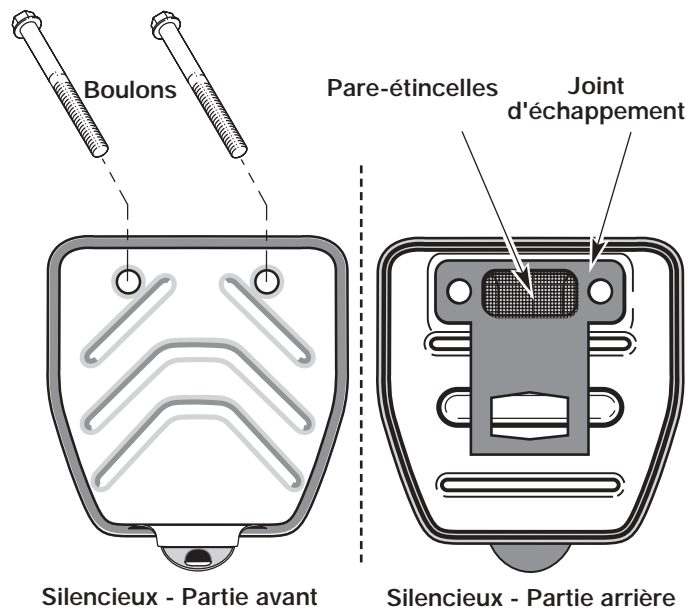

Fig. 39
2. Repérez le devant du silencieux et les deux (2) boulons qui le retiennent au moteur (Fig. 39). Retirez les deux (2) boulons à l'aide d'un tournevis à lame plate, d'une douille de 5/16 po ou d'un tourne-écrou. Retirez le silencieux du moteur.
3. Retournez le silencieux vers l'arrière et repérez le joint d'échappement. Retirez le joint du silencieux (Fig. 39).
7. Placez le joint d'échappement contre l'arrière du silencieux. Alignez les trous de boulon du joint d'échappement avec les trous de boulon du silencieux. Tout en maintenant le joint d'échappement en place, insérez les boulons sur le devant du silencieux (Fig. 39).